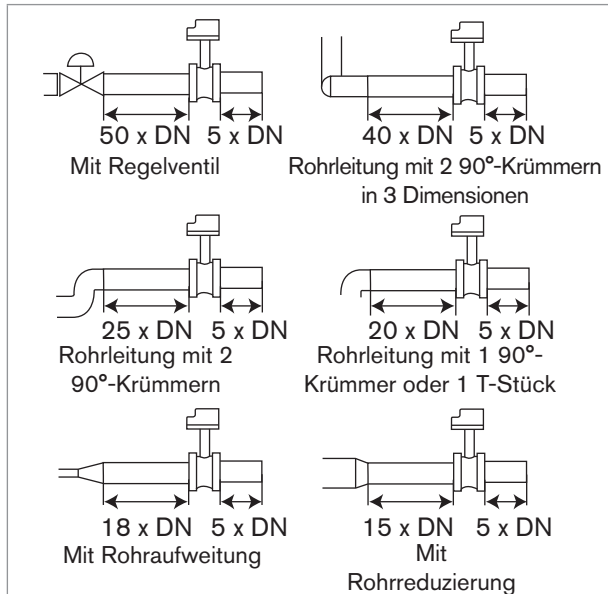

Bild 3: Mindestein- und -auslaufstrecken je nach Aufbau der Rohrleitungen.
- Das Fitting so in der Rohrleitung installieren, dass die durch die Norm EN ISO 5167-1 definierten Mindestein- und -auslaufstrecken eingehalten werden (siehe Bild 3).